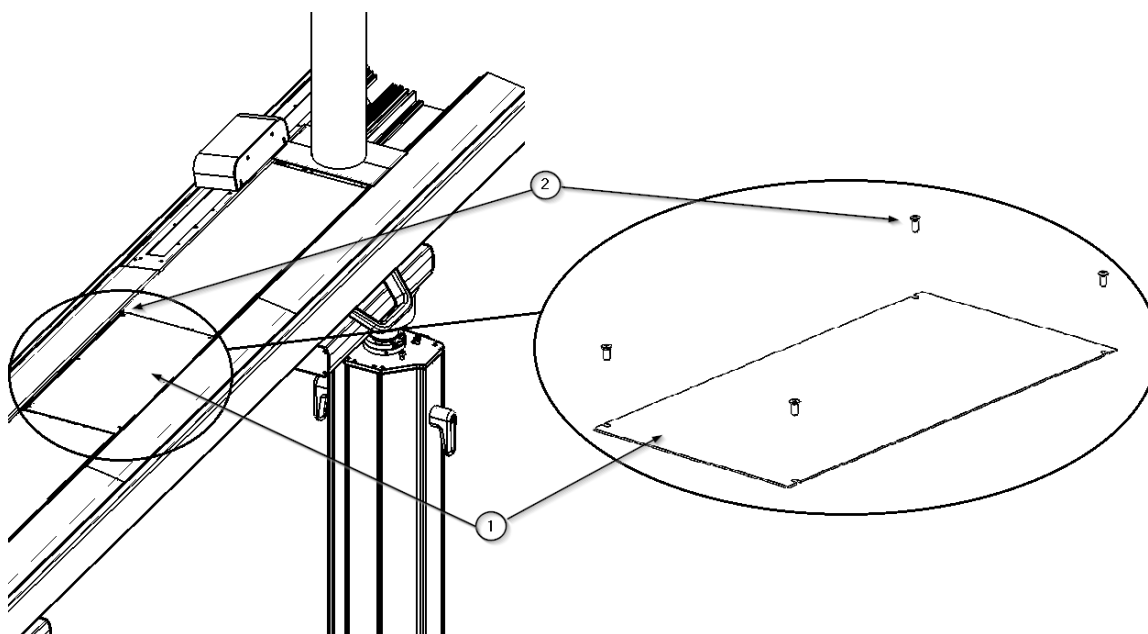

Fig. 7 Démontage du diffuseur en polycarbonate
- Remplacez le couvercle en polycarbonate ① et vissez les 4 vis à tête fraisée M6 x 16 ② DIN 935 comme indiqué dans la figure 7.